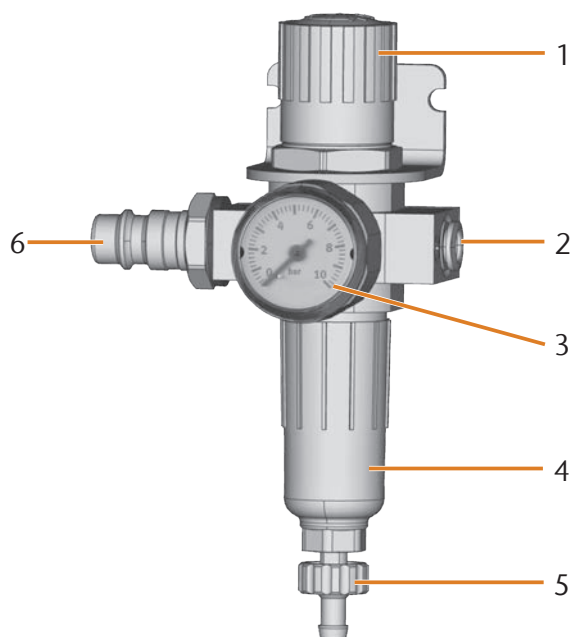

FIG. 5: UNITÀ DI TRATTAMENTO ARIA: REGOLAZIONE E CONTROLLO DELL'ARIA COMPRESSA
- Installare l'unità di trattamento aria in posizione verticale (☞ Fig. 5).